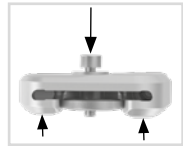

Abb. 5
- 2 Legen Sie die Unterlegscheibe auf die Deckplatte und drehen Sie die Pressschraube in das Gewinde der ersten Schraube (S1) ein. Die Pressschraube darf nicht vollständig hineingedreht werden (Abb. 5).
- 3 Schieben Sie das Gelenkoberteil und die Deckplatte auseinander, indem Sie wie dargestellt Kraft darauf ausüben (Pfeile in Abb. 5). Dies kann mithilfe eines Schraubstockes oder durch kontrollierte Schläge, z. B. mit einem Schonhammer, erreicht werden.